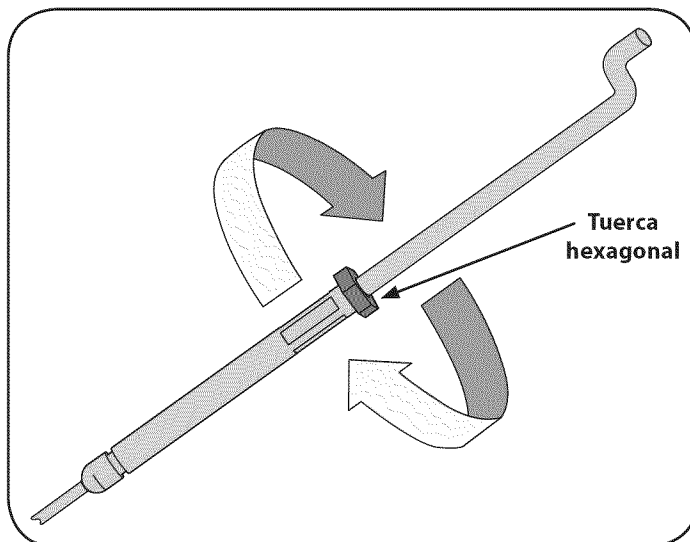

Figura 11
4. Vuelva a ajustar la tuerca de seguridad contra el collarín del cable. Vea la Figura 11.